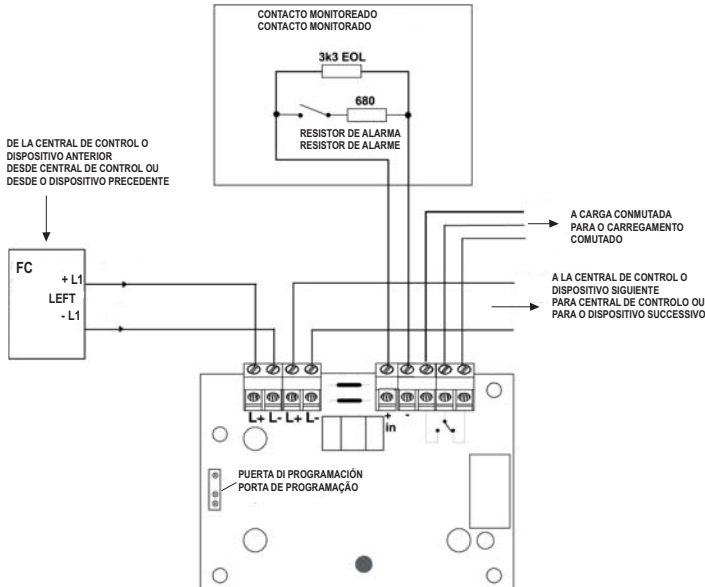

FIG. 4 Esquema de conexión simplificado del FC410SIO
- 5) Para o esquema típico de ligação do FC410SIO, ver a Fig. 4.